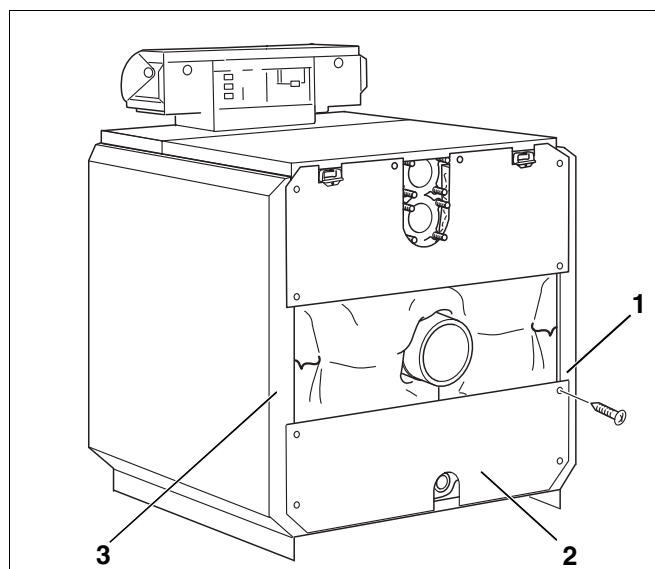

Fig. 40 Montaj – partea de jos a peretelui posterior
- Partea de jos a peretelui posterior (fig. 40, **poz. 2**) cu decuparea pentru racordul de umplere și golire orientată în jos se fixează cu șuruburi de pereții laterali (fig. 40, **poz. 1 și 3**).